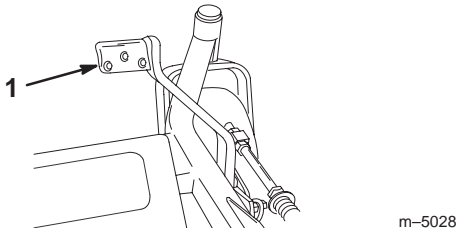

Figure 20
2. Appuyez sur le levier tout en tirant sur le levier de sélection de hauteur de coupe (Fig. 20).